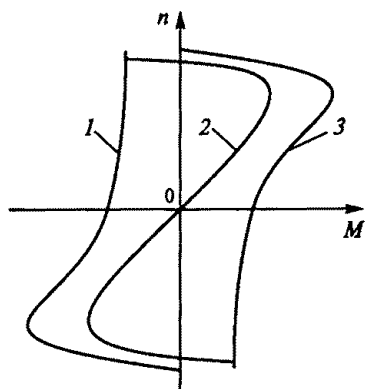

Рис. 225
9.57. Какая из характеристик 1...3 на рис. 225 принадлежит механической характеристике однофазного асинхронного двигателя без пусковой обмотки?